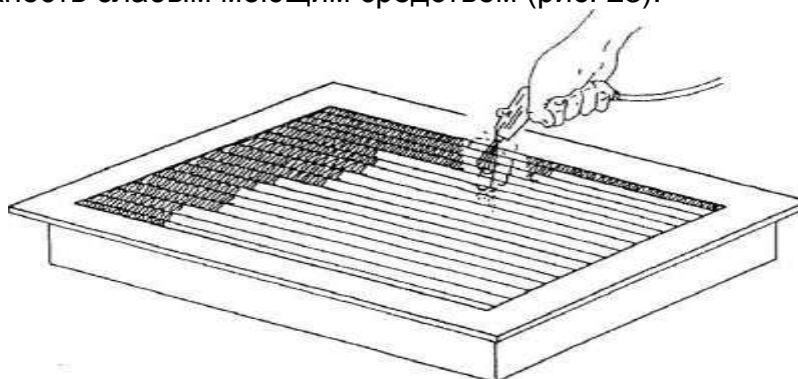

Рисунок 23 – Очистка блока охлаждения
- Особо загрязненный охладитель снять с установки и промыть наружную поверхность слабым моющим средством (рис. 23).